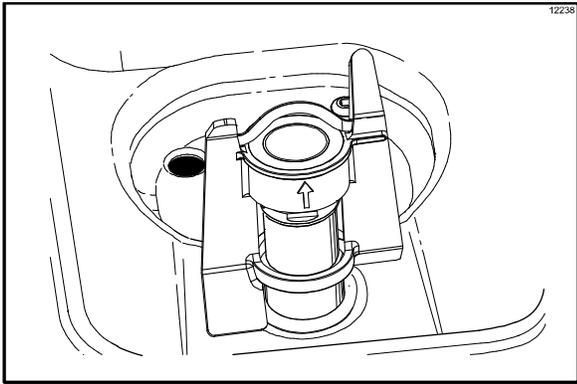

图 165
11. 将搅拌头安装到搅拌头传动轴承套上。（见图 165。）